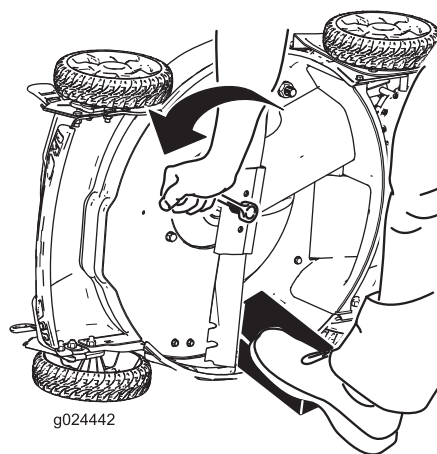

Figure 24
3. Immobilisez la lame avec un morceau de bois (Figure 24).
4. Déposez la lame mais ne jetez pas les fixations (Figure 24).